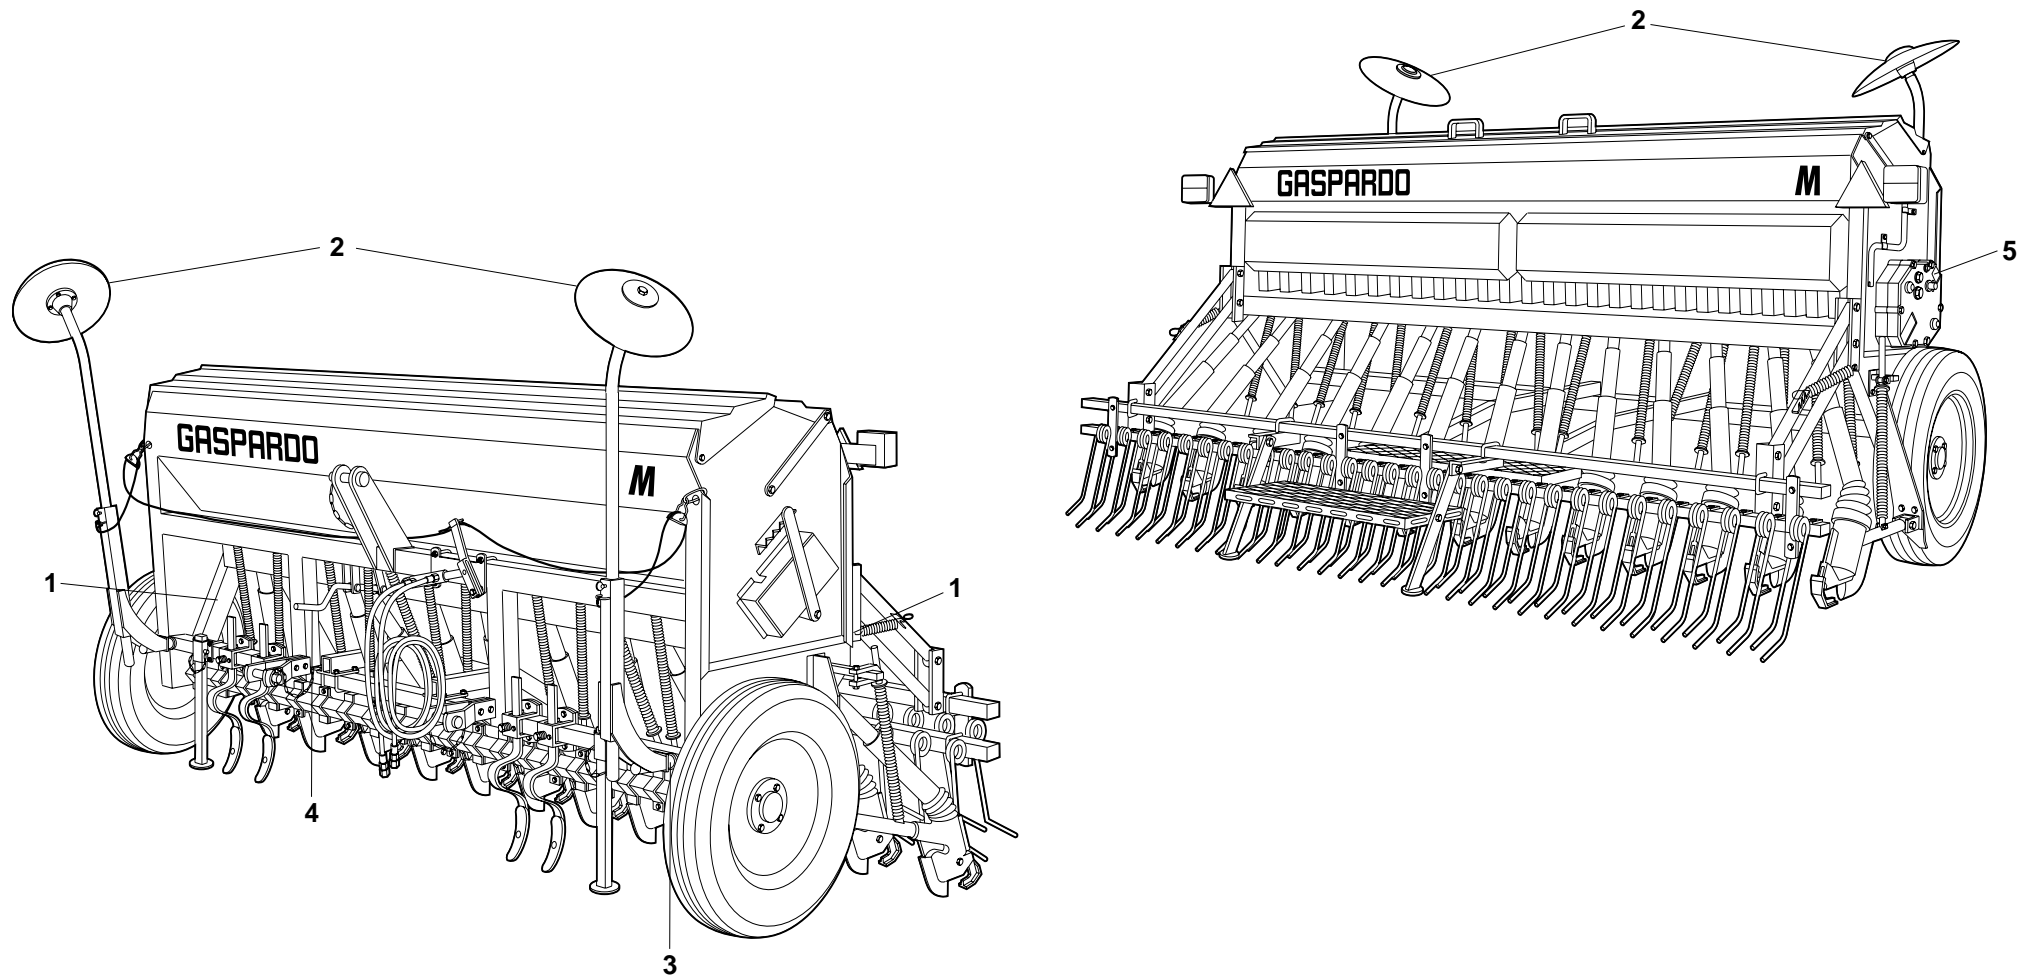

Fig. 36
- Check the oil level in the speed change gear box and top up to level (Fig. 36, «1») whenever necessary using the same type of oil (ACER 22) whenever possible.
- Den Ölstand im Getriebegehäuse überprüfen und gegebenenfalls bis zum Stand auffüllen (1 Abb. 36). Es wird empfohlen, den gleichen Öltyp (ACER 22) zum Auffüllen zu verwenden.
- Contrôler le niveau d'huile dans la boîte de vitesse, et remplir le cas échéant jusqu'au niveau prévu (1 Fig. 36). Pour cette opération, nous conseillons d'utiliser le même type d'huile (ACER 22).
- Verificar el nivel del aceite en la caja del cambio, eventualmente restablecerlo hasta alcanzar el nivel (1 Fig. 36); al efectuarel restablecimiento, tener cuidado de utilizar el mismo tipo de aceite (ACER 22).